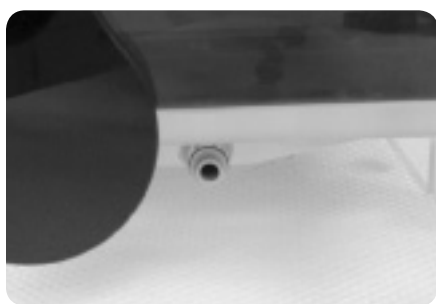

Fig 22. Escurrir el puerto.
- 8 Coloque una longitud de tubería lo suficientemente larga para llegar a un sumidero en el conector de drenaje (Fig. 22). Inserte el conector en el orificio de drenaje en la parte inferior izquierda de la SE900, detrás del bloqueo de seguridad negro.